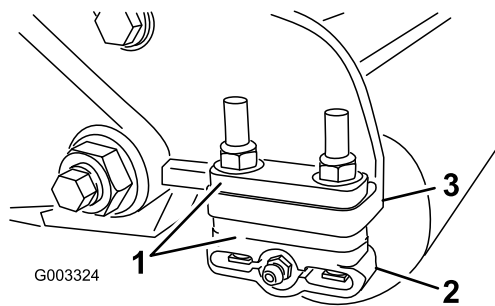

図 12
1. 図 12に従って、サイドプレート取り付けフランジ (図 12) の下に必要な枚数のスペーサーを入れて、後部ローラーブラケット 刈り高さと下刃の選択表 (ページ 11)を希望の刈り高範囲に調整する。